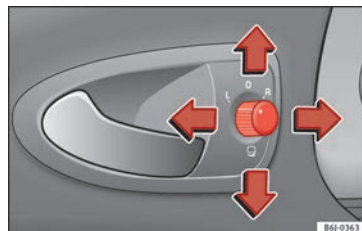

Fig. 123 Commande des rétroviseurs extérieurs.
1. Tournez le bouton rotatif » **fig. 123** en position **L (rétroviseur extérieur gauche)**.
- Tournez le bouton rotatif » **fig. 123** en position  pour rabattre les rétroviseurs extérieurs. Pour éviter tout dégât, il est conseillé de toujours rabattre les rétroviseurs extérieurs lorsque vous passez dans une installation de lavage automatique.